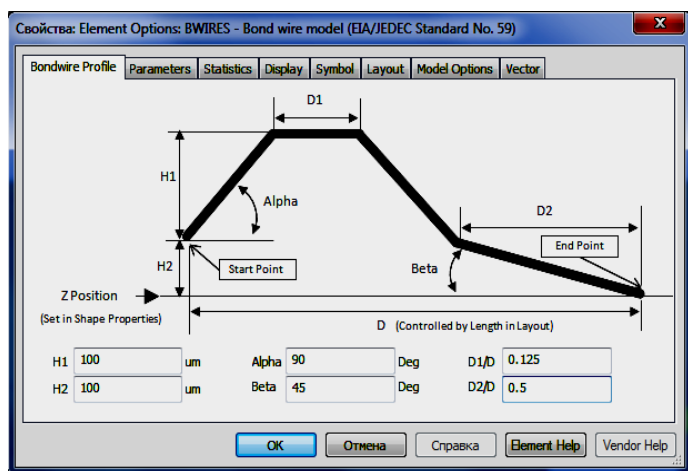

Рис. 66
- Чтобы конфигурировать созданную перемычку, в двухмерном отображении щёлкните по ней левой кнопкой мышки, затем правой и выберите **Element Properties**. Откроется окно свойств перемычки (рис. 66). Установите параметры перемычки, которые указаны на этом рисунке, нажмите **OK**. Обратите внимание, что высоты